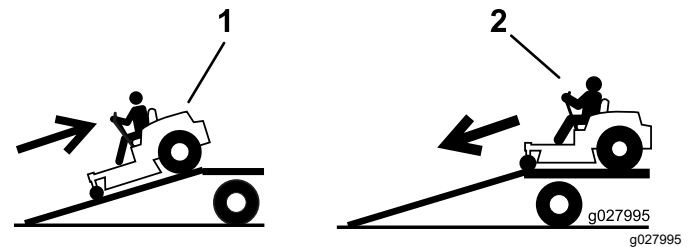

Figure 29
2. Descendez la rampe en marche avant (Figure 29).